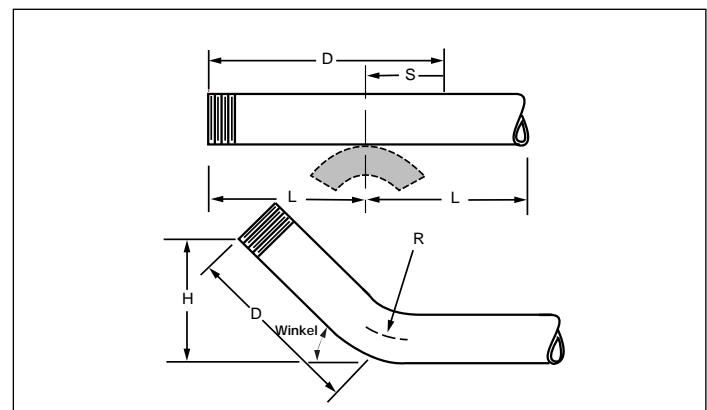

Abbildung 6
- Aus Tabelle 2 den Diagonalabstand (D) für die gewünschte Biegung (H) entnehmen. Die Diagonalabstand (D) vom geraden Ende des Rohres messen.
- Die zu biegende Rohrgröße in Tabelle 3 suchen und das Rücksetzmaß (S) für den gewünschten Biegewinkel entnehmen.
- Das Rücksetzmaß (S) am Rohr entsprechend Abbildung 6 markieren.
liegen als die Mindestlänge (L), sonst werden die Rohrenden nicht durch die Schwenkzapfenschuhe gehalten (siehe Abb. 6, Beispiel 3 und Tabelle 5 mit Mindestlänge "L").